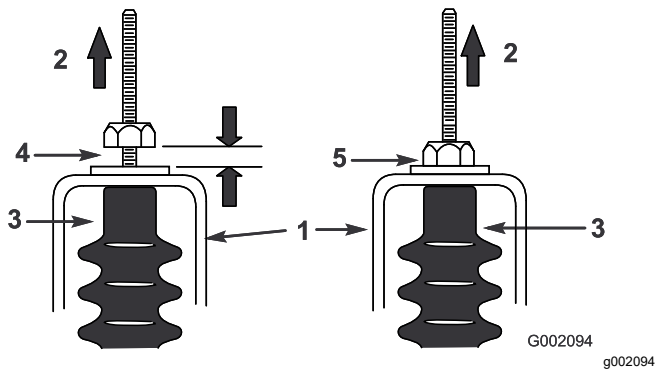

Bild 60
5. Ziehen Sie an jedem Schaltzug, um sicherzustellen, dass der Abstand zwischen der Mutter bzw. Scheibe und der Leerlaufhalterung zwischen 0,76 mm und 1,52 mm liegt (Bild 60).